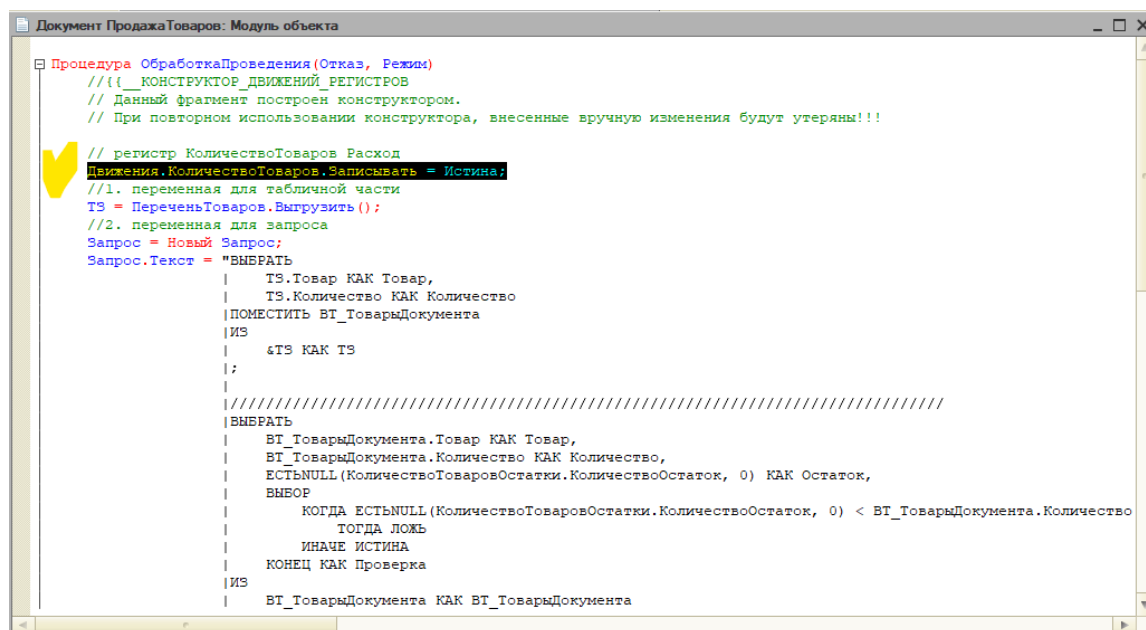

Рис. 5.69. Редактирование процедуры Обработка проведения
5. Вернемся к модулю документа «ПродажиТоваров» и откроем процедуру «ОбработкаПроведения». Нас интересуют движения «КоличествоТоваров Расход» (рис. 5.69).
6. После строки «Движения.КоличествоТоваров.Записывать = Истина;» **вставим** данные из обработки «Данные по остаткам». В результате мы избегаем ситуации повторного создания запроса и переменных. Мы получаем остатки, но пока еще не проверяем их (рис. 5.69).